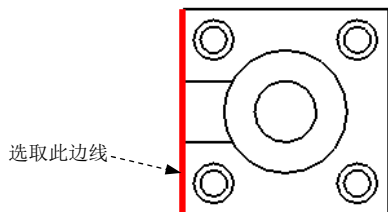
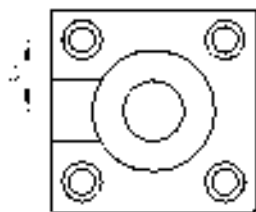

图 5.2.26 选取边线
图 5.2.27 标注平行尺寸
- 在图 5.2.23 所示的快捷菜单中选择 **平行于** 命令，再选取图 5.2.26 所示的边线，此时在视图中显示尺寸，如图 5.2.27 所示。